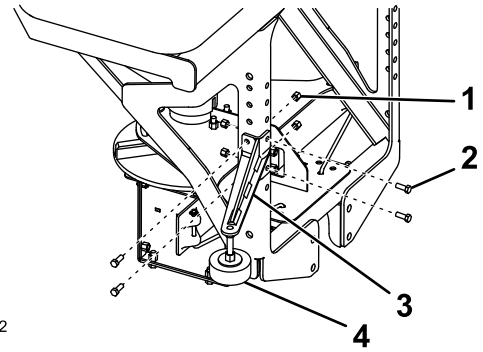

Figura 7
- Monte los brazos estabilizadores en el bastidor del esparcidor con 8 pernos (3/8") y 8 contratuercas (3/8"), y apriete los pernos a 27 N·m (19.7 pies-libra) como se muestra en la Figura 7.
- Gire las patas de los brazos estabilizadores hasta que queden apretados contra el parachoques de la camioneta, y apriete la contratuerca para sujetarlos (Figura 7).
8. Monte los brazos estabilizadores en el bastidor del esparcidor con 8 pernos ($\frac{3}{8}$ ") y 8 contratuercas ($\frac{3}{8}$ "), y apriete los pernos a 27 N·m (19.7 pies-libra) como se muestra en la Figura 7.
9. Gire las patas de los brazos estabilizadores hasta que queden apretados contra el parachoques de la camioneta, y apriete la contratuerca para sujetarlos (Figura 7).